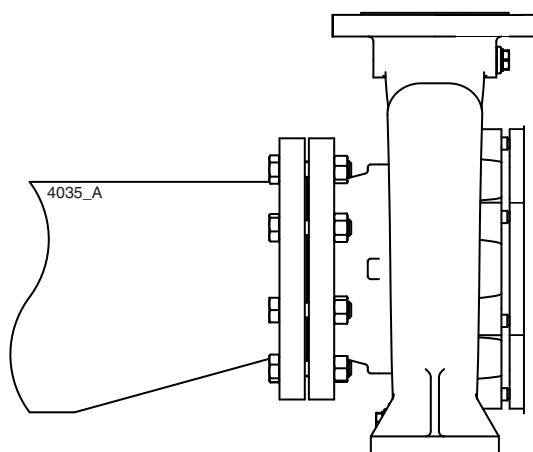

Figure 11: Réducteur excentrique vers la bride d'aspiration.
- Le passage du tuyau d'aspiration doit être généreux. Ce tuyau doit être aussi court que possible et son trajet vers la pompe ne doit pas permettre la formation de poches d'air. Si cela n'est pas réalisable, un dispositif d'aération doit être prévu au point le plus élevé. Si le diamètre intérieur du tuyau d'aspiration est plus grand que celui du raccord d'aspiration de la pompe, une pièce de réduction excentrique doit être utilisée pour éviter la formation de poches d'air et de tourbillons. Voir figure 11.